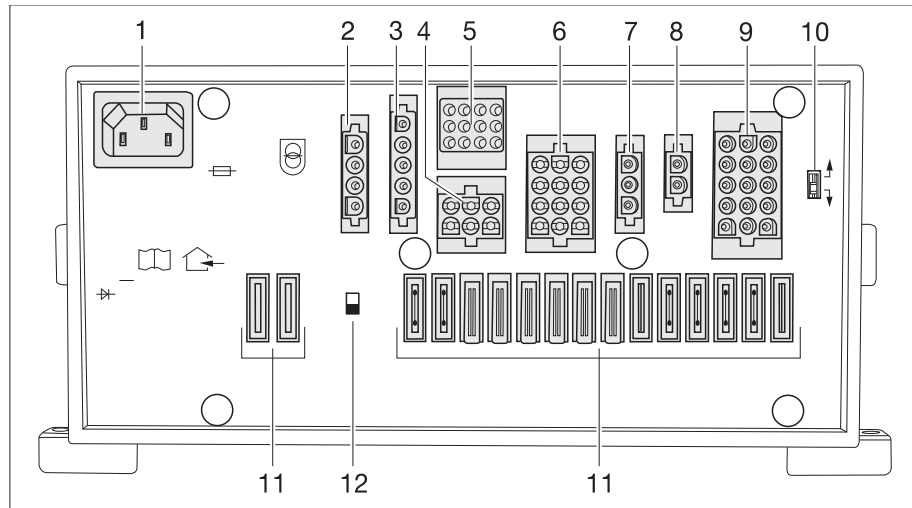

Bild 257 Elektroblock (EBL 119)
- ▷ Der Batterie-Trennschalter (Bild 257,12) trennt alle Verbraucher, die am Elektroblock angeschlossen sind, vom 12-V-Netz.
- ▶ Wenn der Batterie-Wahlschalter (Bild 257,10) falsch eingestellt ist, kann sich Knallgas bilden. Explosionsgefahr!
Am Batterie-Wahlschalter (Bild 257,10) kann das Lademodul im Elektroblock auf den Typ der im Fahrzeug eingebauten Wohnraumbatterie ("Blei-Gel", "Blei-Säure" oder AGM) eingestellt werden.